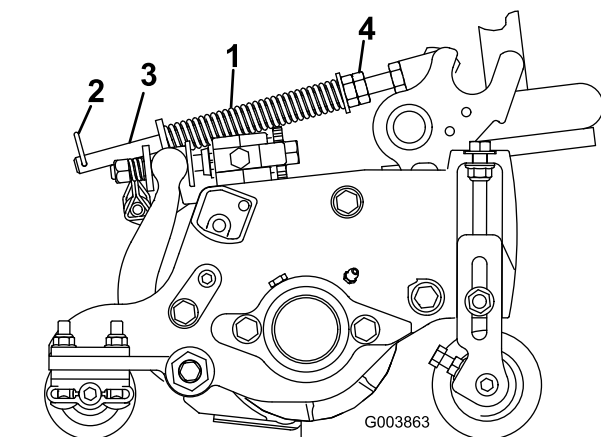

Figure 50
Le ressort de compensation (Figure 50) transfère le poids du rouleau avant au rouleau arrière. Cela évite la formation d'ondulations à la surface de la pelouse.
1. Vérifiez que la goupille fendue est insérée dans le trou de la tige de ressort (Figure 50).
2. Serrez les écrous hexagonaux à l'extrémité avant de la tige de ressort jusqu'à ce que la longueur du ressort comprimé soit égale à 16 cm (6,25 po); voir Figure 50)